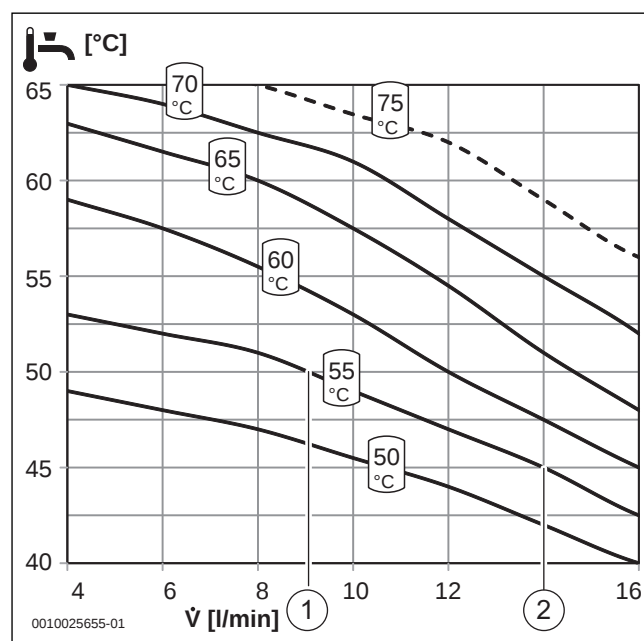

Bild 74 Temperaturverhalten bei entfernter Sperre des Warmwasserthermostats und Stellung 7 (max.)
- Beispiel 1 (→ Bild 74, Pos 1): Um eine Warmwassertemperatur von 50 °C zu erreichen, ist bei einer Entnahme von 9 l/min eine Temperatur von 55 °C im Bereitchaftsteil ausreichend.
- Beispiel 2 (→ Bild 74, Pos 2): Um eine Warmwassertemperatur von 45 °C zu erreichen, ist bei einer Entnahme von 14 l/min eine Temperatur von 55 °C im Bereitchaftsteil ausreichend.